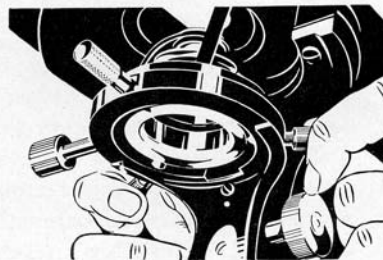

Bild 15
Dazu müssen Sie den kleinen, am weitesten aus der Achse herausragenden Rändelknopf lösen und den so frei werdenden Kopf des Vergrößerungswechslers innerhalb des Tubuskopfes (9) festhalten (Bild 15).
Er ist zur Durchführung des Köhlerschen Beleuchtungsprinzips in seinem Träger zentrierbar (Bild 15) und in der Höhe einzustellen. Während der Arbeit mit dem gewöhnlich angewandten Hellfeldkondensor braucht dieser jedoch dank seiner ausklappbaren Frontlinse nicht um größere Beiträge verstellt zu werden. Ein Wechsel ist nur beim Übergang zu einem Dunkelfeld- oder zu sonstigen Spezialkondensoren notwendig.
5. Durch Betätigung der Zentrierschrauben (Bild 15) das Bild der Leuchtfeldblende in die Mitte des Sehfeldes bringen (Bild 21 C).